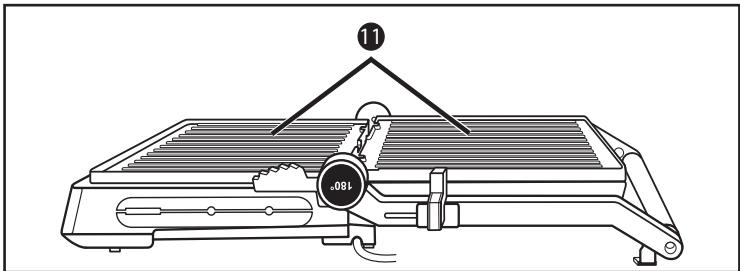

Abb. 2
- 3) Die Heizplatten **1** liegen nun nebeneinander und können als Tischgrill genutzt werden (Abb. 2).